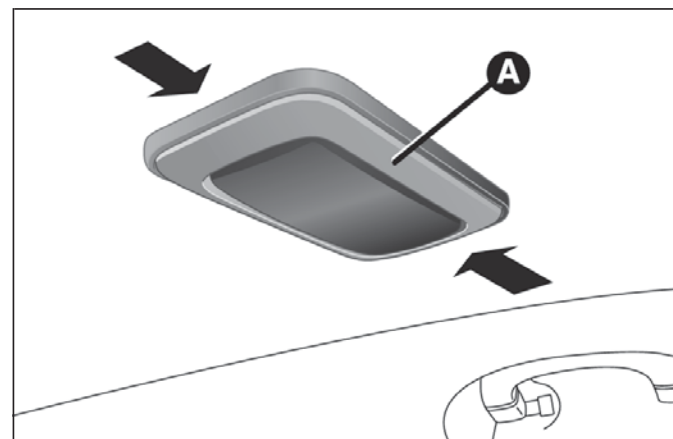

fig. 195
- ☐ actuar en el punto indicado por las flechas y retirar el plafón A fig. 195;
- ☐ volver a montar el plafón A fig. 195 introduciéndolo en su posición correcta, primero de un lado y, a continuación, presionando del otro hasta oír el "clac" de bloqueo.